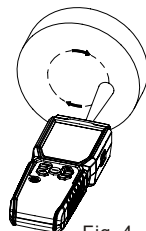

Fig. 4
1. Beröringsfri — RPM/Hz-mätning (Fig. 4)